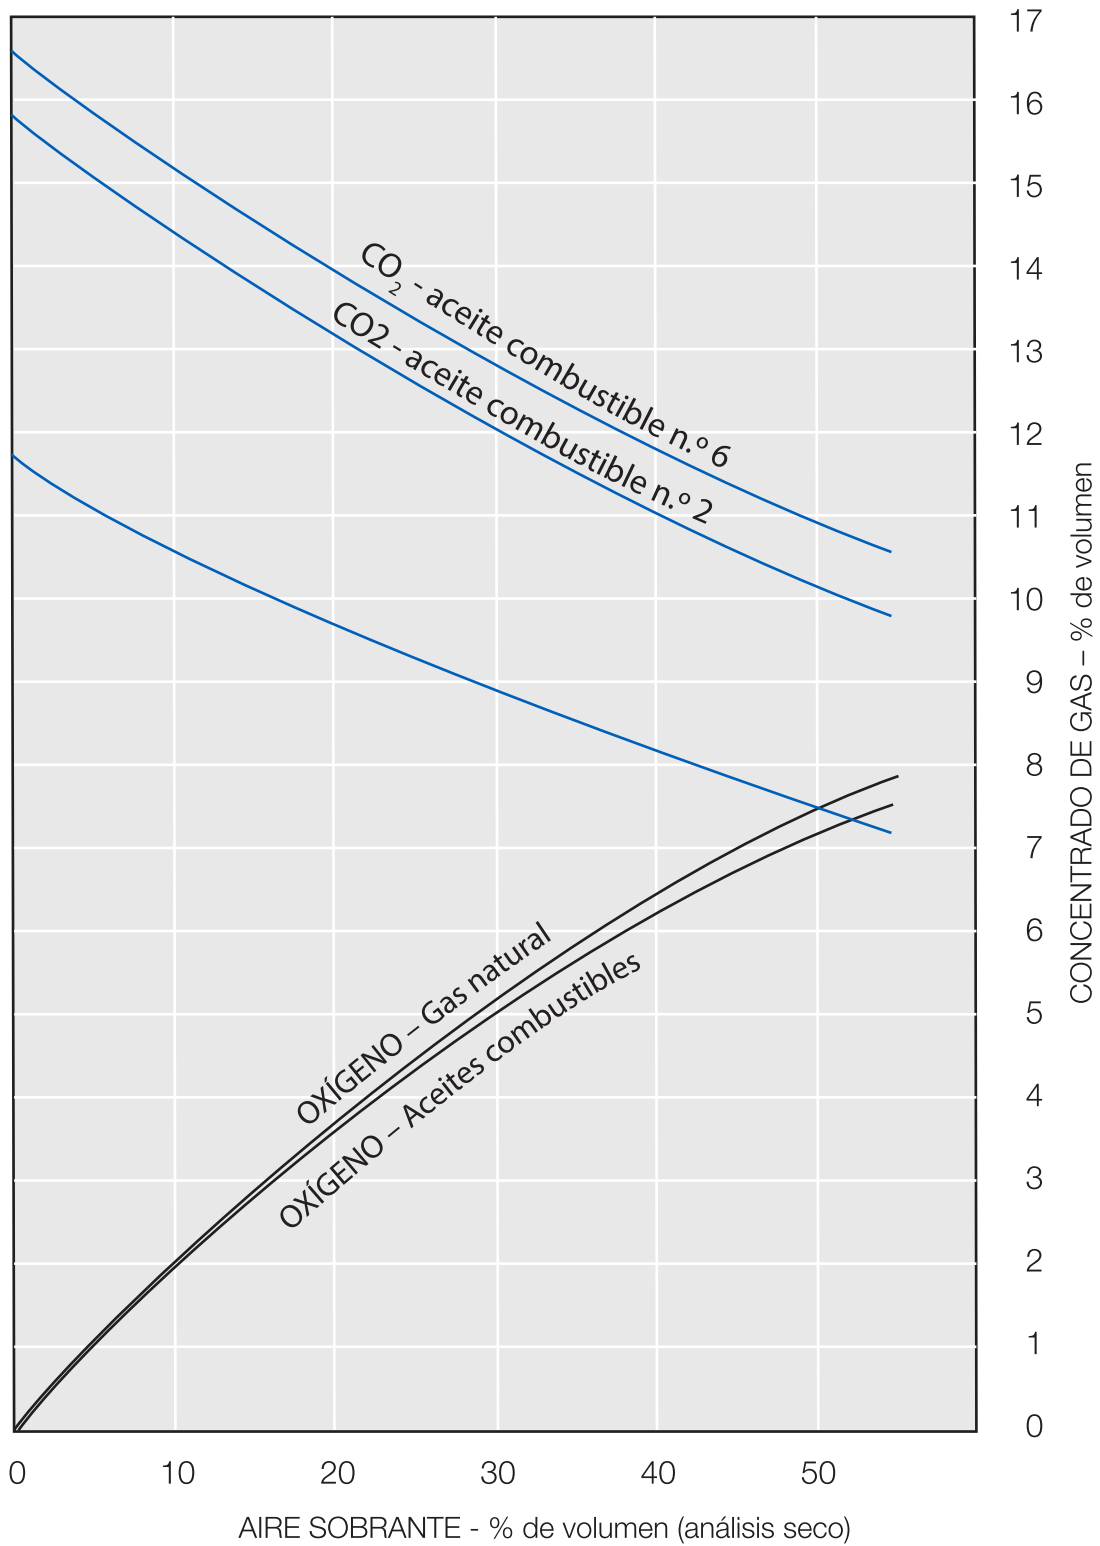

FIGURA 7
2. Determine el nivel de CO2 de la caldera. (Si hay aire sobrante como O2 disponible, el O2 se puede convertir en CO2 con la Figura 7).